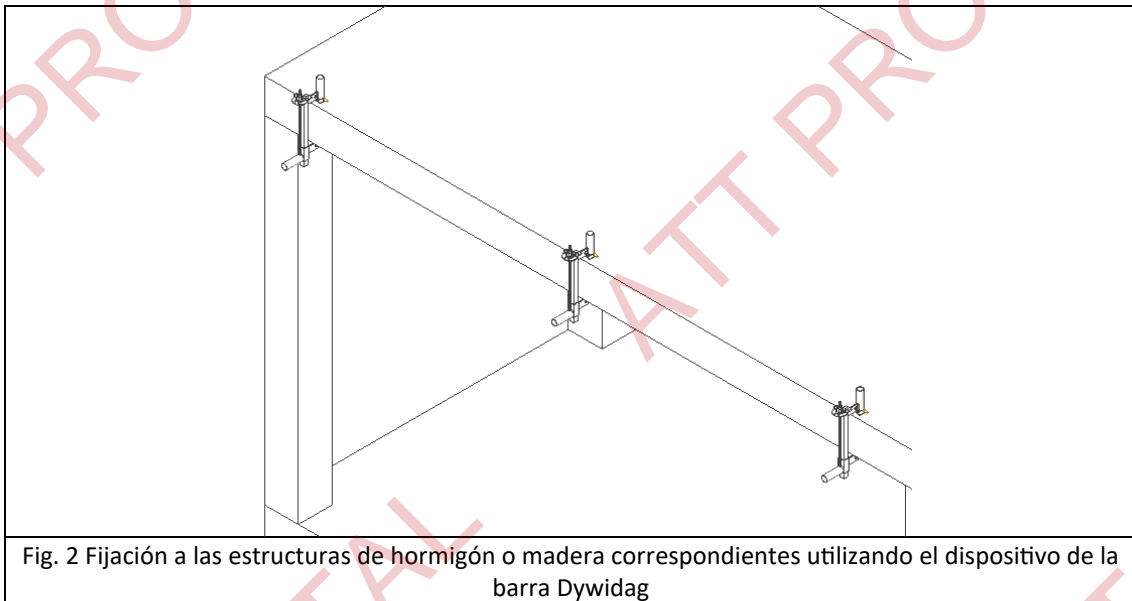

Fig. 2 Fijación a las estructuras de hormigón o madera correspondientes utilizando el dispositivo de la barra Dywidag
- Fijación en las estructuras: Los soportes se fijarán a las estructuras de hormigón o cualquier otro soporte resistente utilizando el dispositivo de la barra Dywidag (Fig. 2).